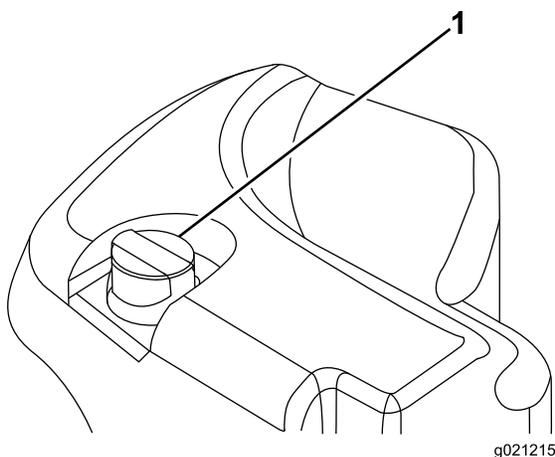

Figure 29
2. Nettoyez la surface autour du goulot de remplissage et du bouchon du réservoir hydraulique (Figure 29). Retirez le bouchon du goulot de remplissage.